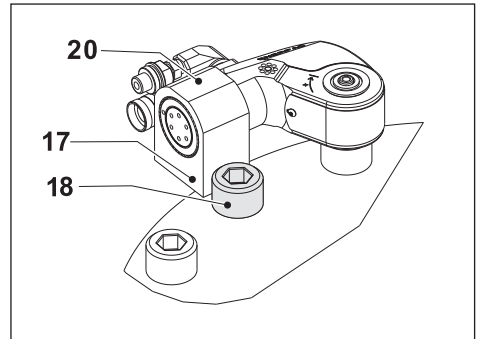
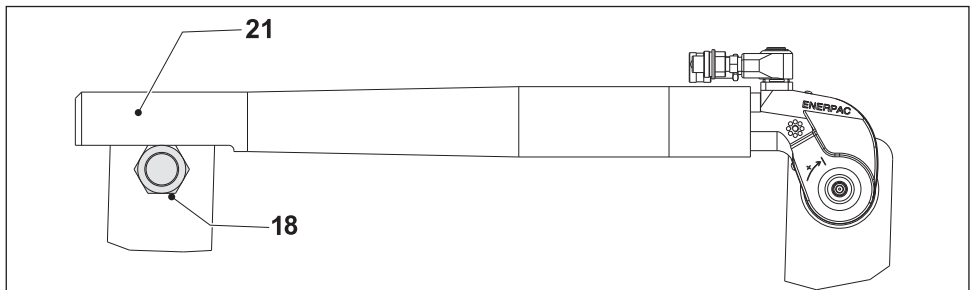

Abb. 11
Abb. 12
4.3.3 Einsatz des kurzen Abstützarms (Abb. 11)
- Positionieren Sie den Fuß (17) des kurzen Abstützarms (20) der SRA-Serie gegen ein geeignetes Widerlager (18). Das Widerlager wirkt der durch das Werkzeug verursachten Kraft entgegen.
4.3.4 Verwendung einer Schlüsselverlängerung für den Abstützarm (Abb. 12)
- Positionieren Sie die Abstützarm-Schlüsselverlängerung (21) der RTE-Serie gegen ein geeignetes Widerlager (18). Das